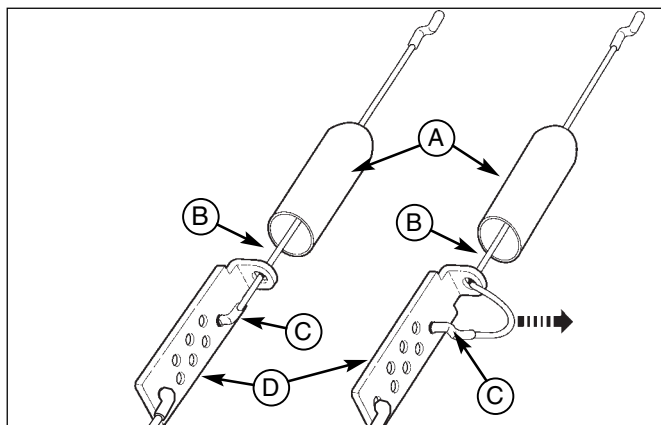

Figure 17. Réglage du câble de l'arbre de traction
2. Pour régler la tension sur la coulisse de la courroie, le câble (A, figure 17) se détache du levier de réglage du câble (D).
3. Enlevez le crochet « Z » (C) de l'appareil de réglage du câble (D) pour obtenir un trou de réglage différent. Le câble doit ne pas avoir de jeu. Le câble ne doit pas avoir de tension ou de chargement.